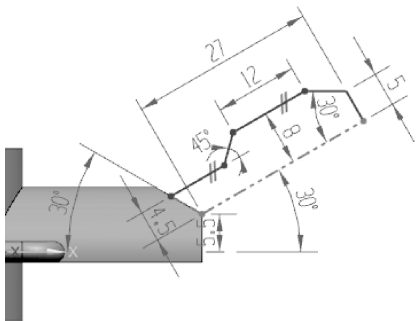

图 3-109 绘制草图
- 选择 XZ 平面为草图平面，进入草绘环境，绘制如图 3-109 所示的草图曲线。